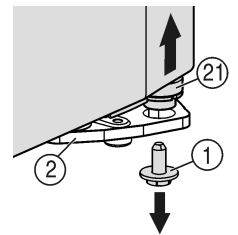

Fig. 5
- ▶ Unten rechts am Lagerbock die Sicherungsschraube *Fig. 5 (1)* herausdrehen.
- ▶ Der Lagerbolzen *Fig. 5 (21)* löst sich aus dem Lagerbock *Fig. 5 (2)*.
- ▶ Falls sich der Lagerbolzen *Fig. 5 (21)* nicht löst, den Bolzen von unten herausdrücken.
- ▶ Sicherungsschraube Fig. 5 (1) unten in den Lagerbolzen eindrehen und festziehen (**mit 4 Nm**).